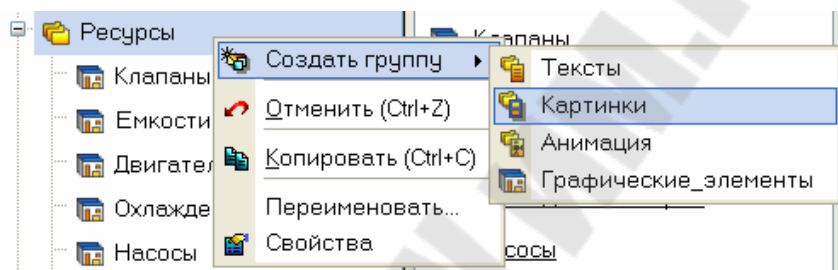

Рисунок 1.3 – Создание группы изображений
1. создать группу **картинки** в разделе **ресурсы** навигатора проекта (рисунок 1.3);